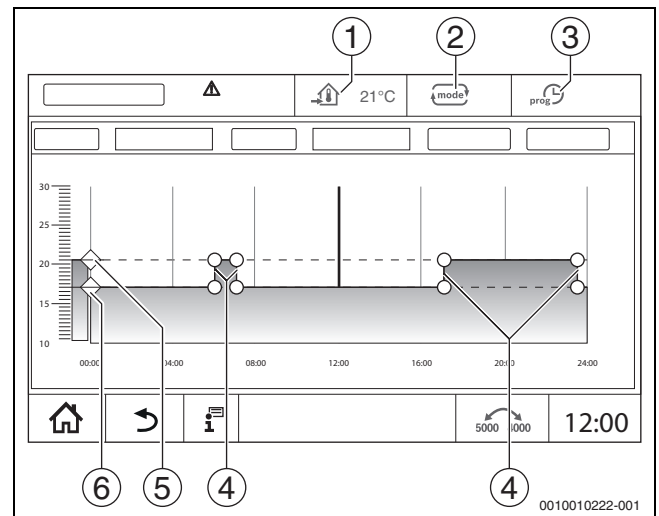

Fig. 21 Modificarea Regim automat în regres în programul temporizat
Pentru regimurile de funcționare (→ Fig. 21, [2], pagina 19) și funcțiile extinse pot fi setate temperaturi și criteriile de comutare proprii. Setările pot fi efectuate separat pentru fiecare circuit de încălzire și fiecare regim de funcționare.
Regim automat în regres este predefinit prin intermediul parametrilor din meniurile de service. Parametri sunt modificați în programul temporizat (→ Fig. 21, [4], [6]).
- ▶ Modificați temperaturile prin mutarea punctelor (→ fig. 21, [5], [6]).